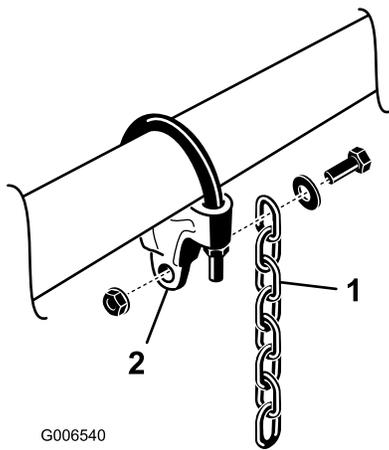

Figura 13
5. Montate una catena di sollevamento ad ogni staffa della catena con una vite, una rondella e un dado, come riportato in Figura 13